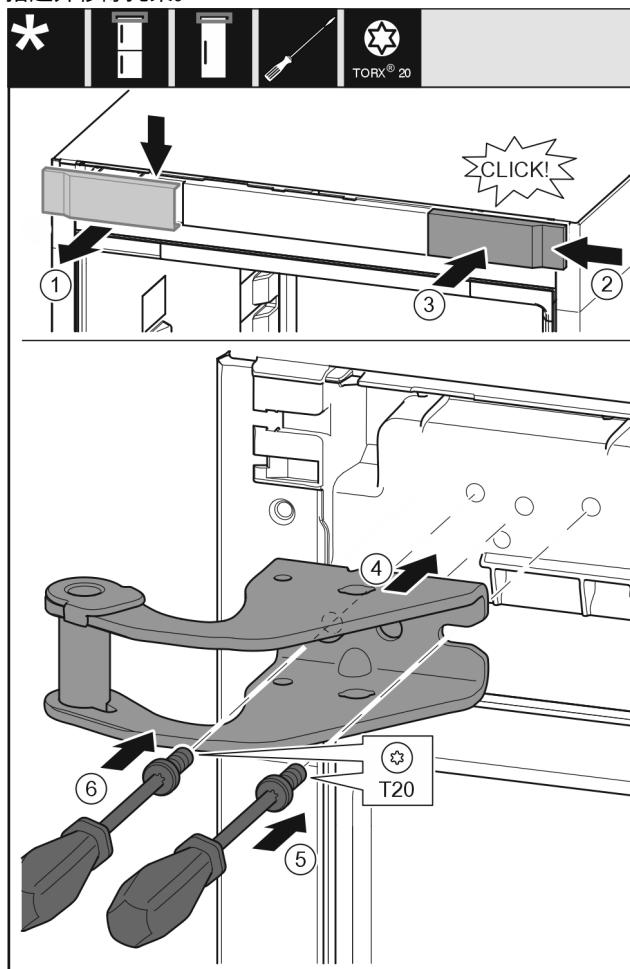

Fig. 13
- ▶ 从上方朝前取下盖板。 Fig. 13 (1)
- ▶ 将盖板旋转 180° 至另一侧从右边挂上。 Fig. 13 (2)
- ▶ 卡入盖板。 Fig. 13 (3)
- ▶ 装上上方的托架。 Fig. 13 (4)
- ▶ 用 T20 螺丝刀放上并旋紧螺钉。 Fig. 13 (5)
- ▶ 用 T20 螺丝刀安装并旋紧螺钉。 Fig. 13 (6)